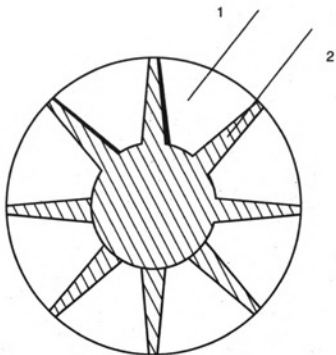

Рис. 90. Плечики бидона с разметкой на сектора (вид сверху):
1. Отрежьте у бидона горловину и ручки, после чего разделите плечики на 8 секторов (угол наклона — 8—10°), вырежьте узкие плоскости, а широкие загните внутрь (рис. 90).